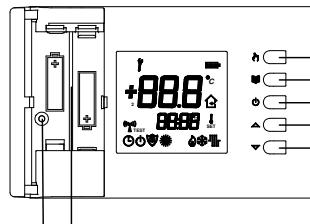

Fig. 1
- Introduire correctement les batteries (en respectant la polarité correcte) dans le compartiment des batteries (F de la Fig. 1), ne pas utiliser des piles déchargées, utiliser des piles alcalines.
- Ouvrir le volet qui donne l'accès au logement des piles (Fig. 1).